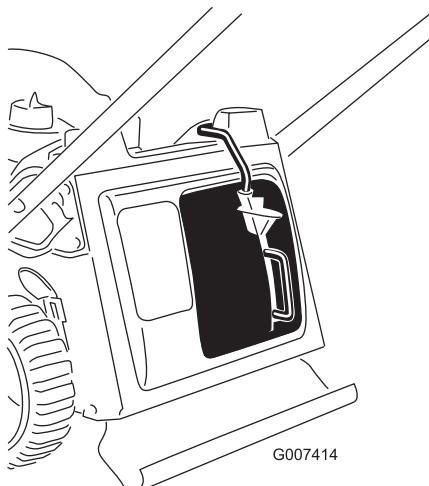

Bild 10
3. Lassen Sie die Taste am Hebel los und stellen Sie sicher, dass die Oberseite des Hebels ganz im Schalterkanal liegt (Bild 10). Wenn die Hebeloberseite nicht im Schalterkanal liegt, springt die Maschine nicht an.